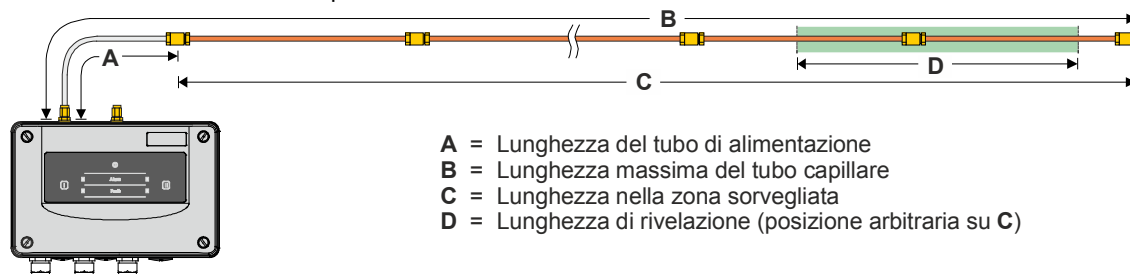

Fig. 8 Definizioni lunghezze tubo capillare
Materiale del tubo capillare	Lunghezza del tubo capillare per ogni canale di analisi ① (Fig. 8 "B")
Nella **Fig. 8** seguente è illustrata la struttura del tubo capillare con le definizioni delle relative lunghezze. La lunghezza massima del tubo è indicata nella tabella al cap. 4.5.1.1.